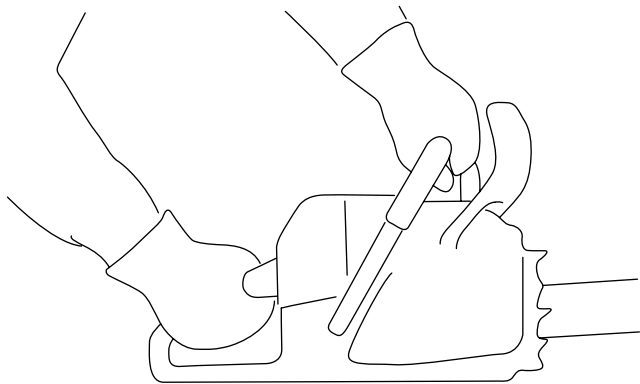

Figura 11
1. Agarre la motosierra con las dos manos, con la mano izquierda en la empuñadura delantera y la mano derecha en la empuñadura trasera, como se muestra en **Figura 11**.
1. Sujete la motosierra como se muestra en la **Figura 11**.
3. Sujete la motosierra como se muestra en la Figura 11.
1. Sujete la motosierra como se muestra en la Figura 11.